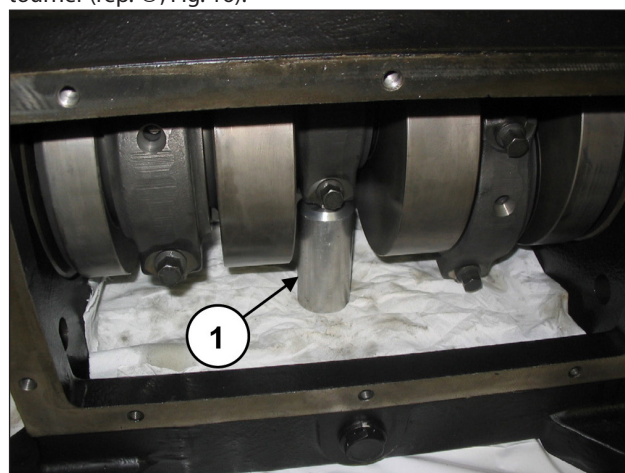

Fig. 16
Insérer une cale sous la bielle pour empêcher l'arbre de tourner (rep. ①, Fig. 16).